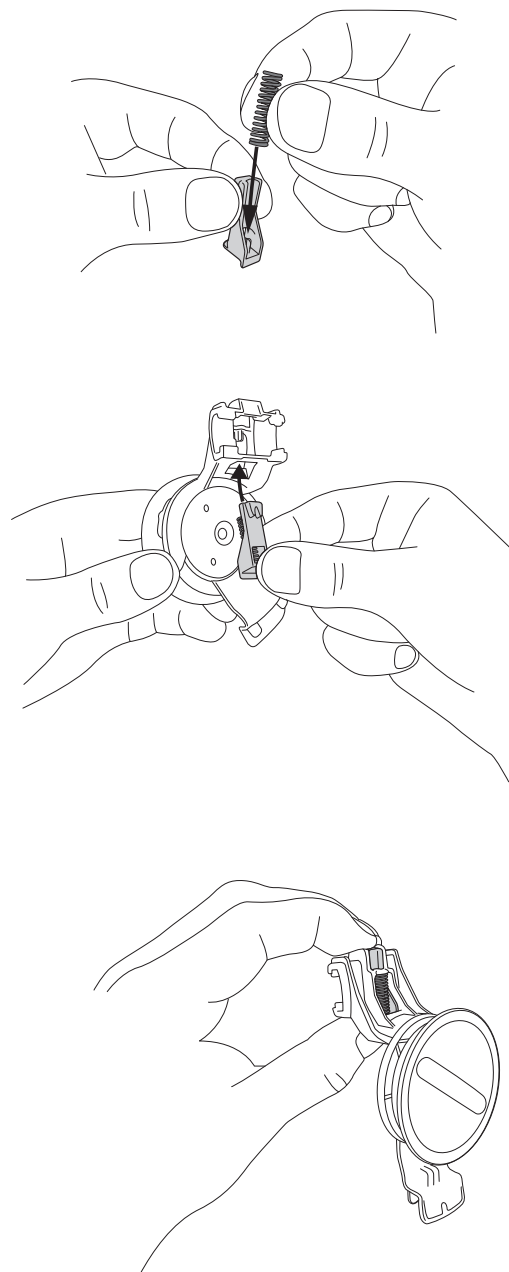

Fig. 25b
- Si le verrou gris coulissant est retiré, mettre le ressort dans le verrou et le faire passer à travers le trou de retenue en poussant dans le bas du pivot. Il faudra le tenir en place pendant la mise en place du pivot sur la glissière (Fig. 25b).